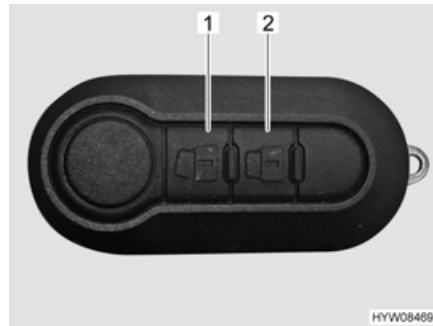

Bild 58 Fjärrstyrning centrallås
- Tryck en gång kort på knapp  (Bild 58,1). Dörrlåsen är upplåsta.
- Tryck en gång kort på knapp  (Bild 58,2). Dörrlåsen är låsta.